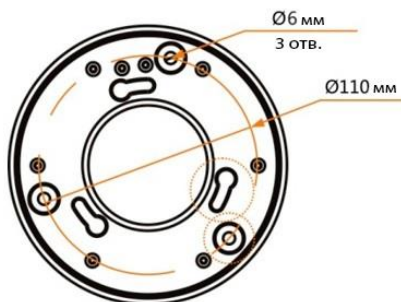

Рис. 10- Монтажные отверстия
1. Извлеките из упаковки монтажную площадку и закрепите ее на месте установки подходящими по размеру винтами (см. рис. 10).
Для включения/выключения заморозки кадра вызовите предустановку 28. Эта функция позволяет не отвлекать оператора от перехода между предустановками (точки А-В на рис. 10), а показывать только конечные точки останова камеры. В результате на экране оператора отображаются только конкретные места, подлежащие охране, как например, трап левого борта, трап правого борта, носовая и кормовая оконечность судна, т.е. производится имитация переключения между стационарными камерами.